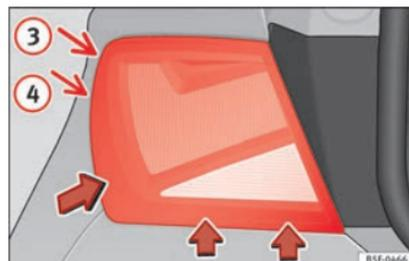

Fig. 116 Smontaggio del fanale di coda esterno.
- Ruotare il fanale della direzione indicata dalle frecce fino a che esce dal proprio alloggiamento (posizioni ③ e ④) » **fig. 116**.